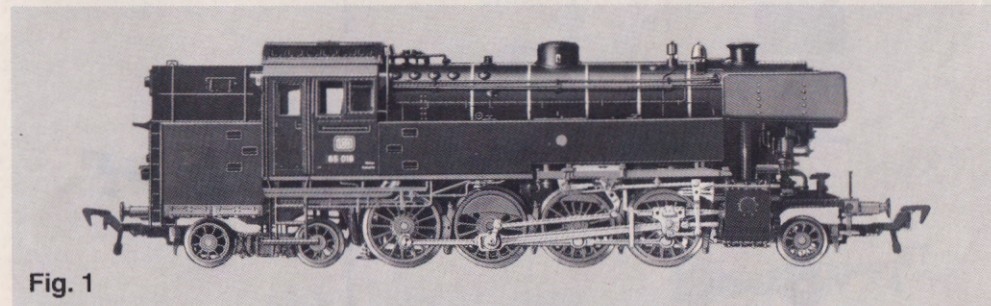

Fig. 1
Das Vorbild: Nach dem Krieg beschaffte die Deutsche Bundesbahn (DB) im Zuge des Neubauprogrammes 18 Stück Dampftenderlokomotiven Baureihe 65.0, die in den Jahren 1951 und 1956 von der Fa. Krauss-Maffei gebaut wurden (Fig. 1).